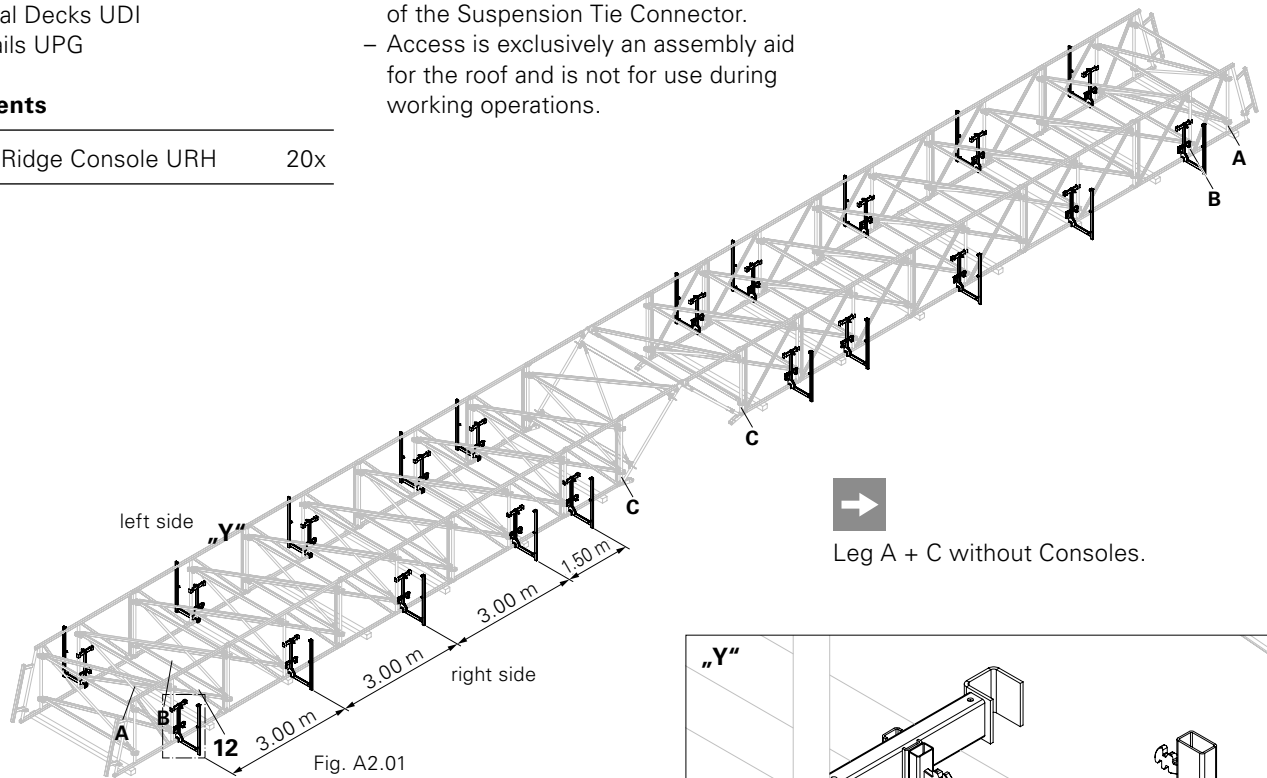

Fig. A2.01
- (Fig. A2.01 + A2.01a)
(Fig. A2.01)